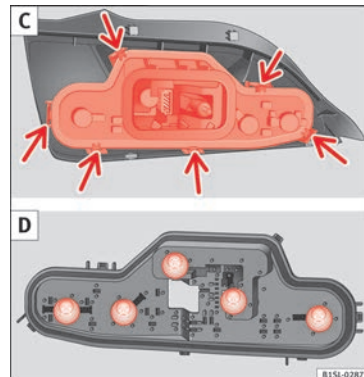

Abb. 89 Rückleuchte: C: Lampenhalter ausbauen, D: Lampen ausbauen.
- Lampenhalter an den Verriegelungslaschen (Pfeile) entriegeln » **Abb. 89 C** und Lampenhalter aus der Rückleuchte herausnehmen.
- Ausgefallene Glühlampe durch eine neue Glühlampe gleicher Ausführung ersetzen » **Abb. 89 D**.
- Lampenhalter in die Rückleuchte einsetzen. Die Verriegelungslaschen (Pfeile) müssen hörbar einrasten » **Abb. 89 C**.